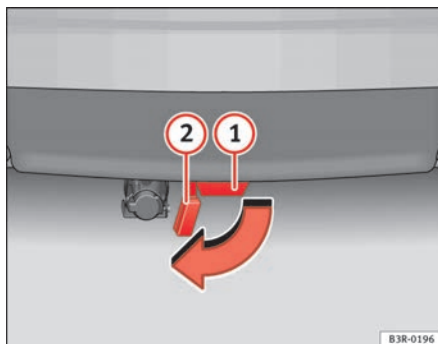

Fig. 149 Paraurti posteriore: Aprire il tappo
- Aprire completamente lo sportellino **2** ⇒ fig. 149, a protezione del punto di fissaggio **1**, situato sotto il paraurti. Esso si ferma in posizione automaticamente.